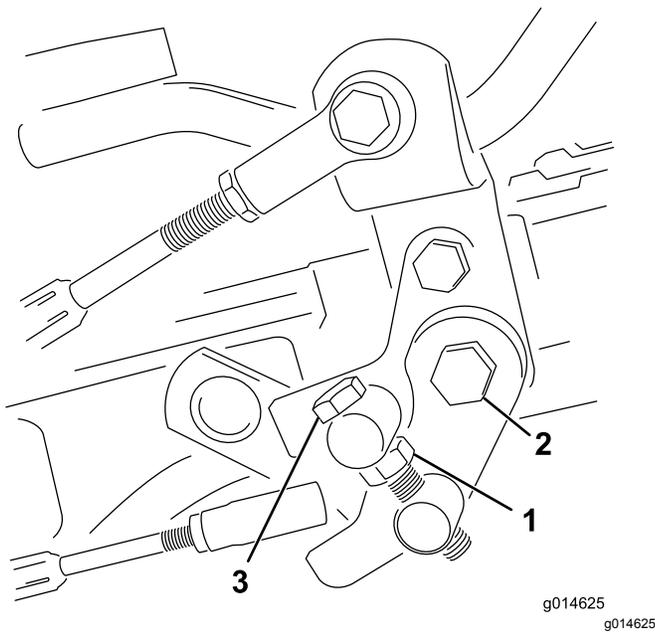

図 39
1. トラニオンボルトのジャムナットをゆるめる 図 39。
- 4. トラニオンボルトのジャムナット、およびペダルピボットのナットを締め付けて調整を固定する 図 39。調整を確認し、必要に応じて再調整する。